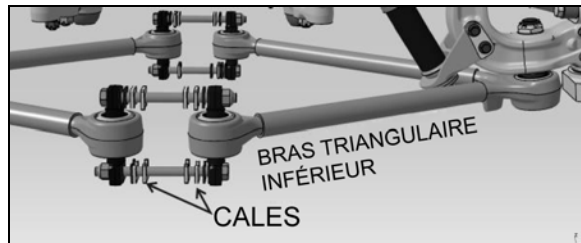
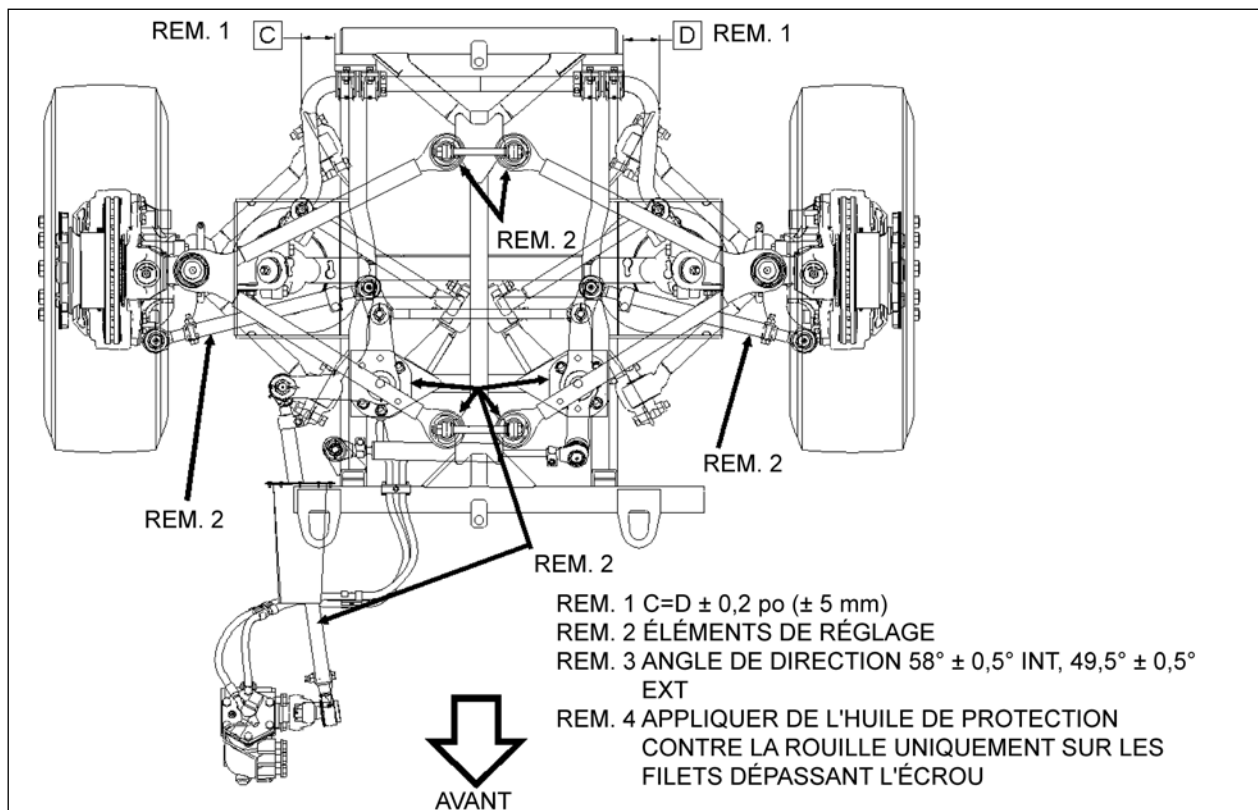
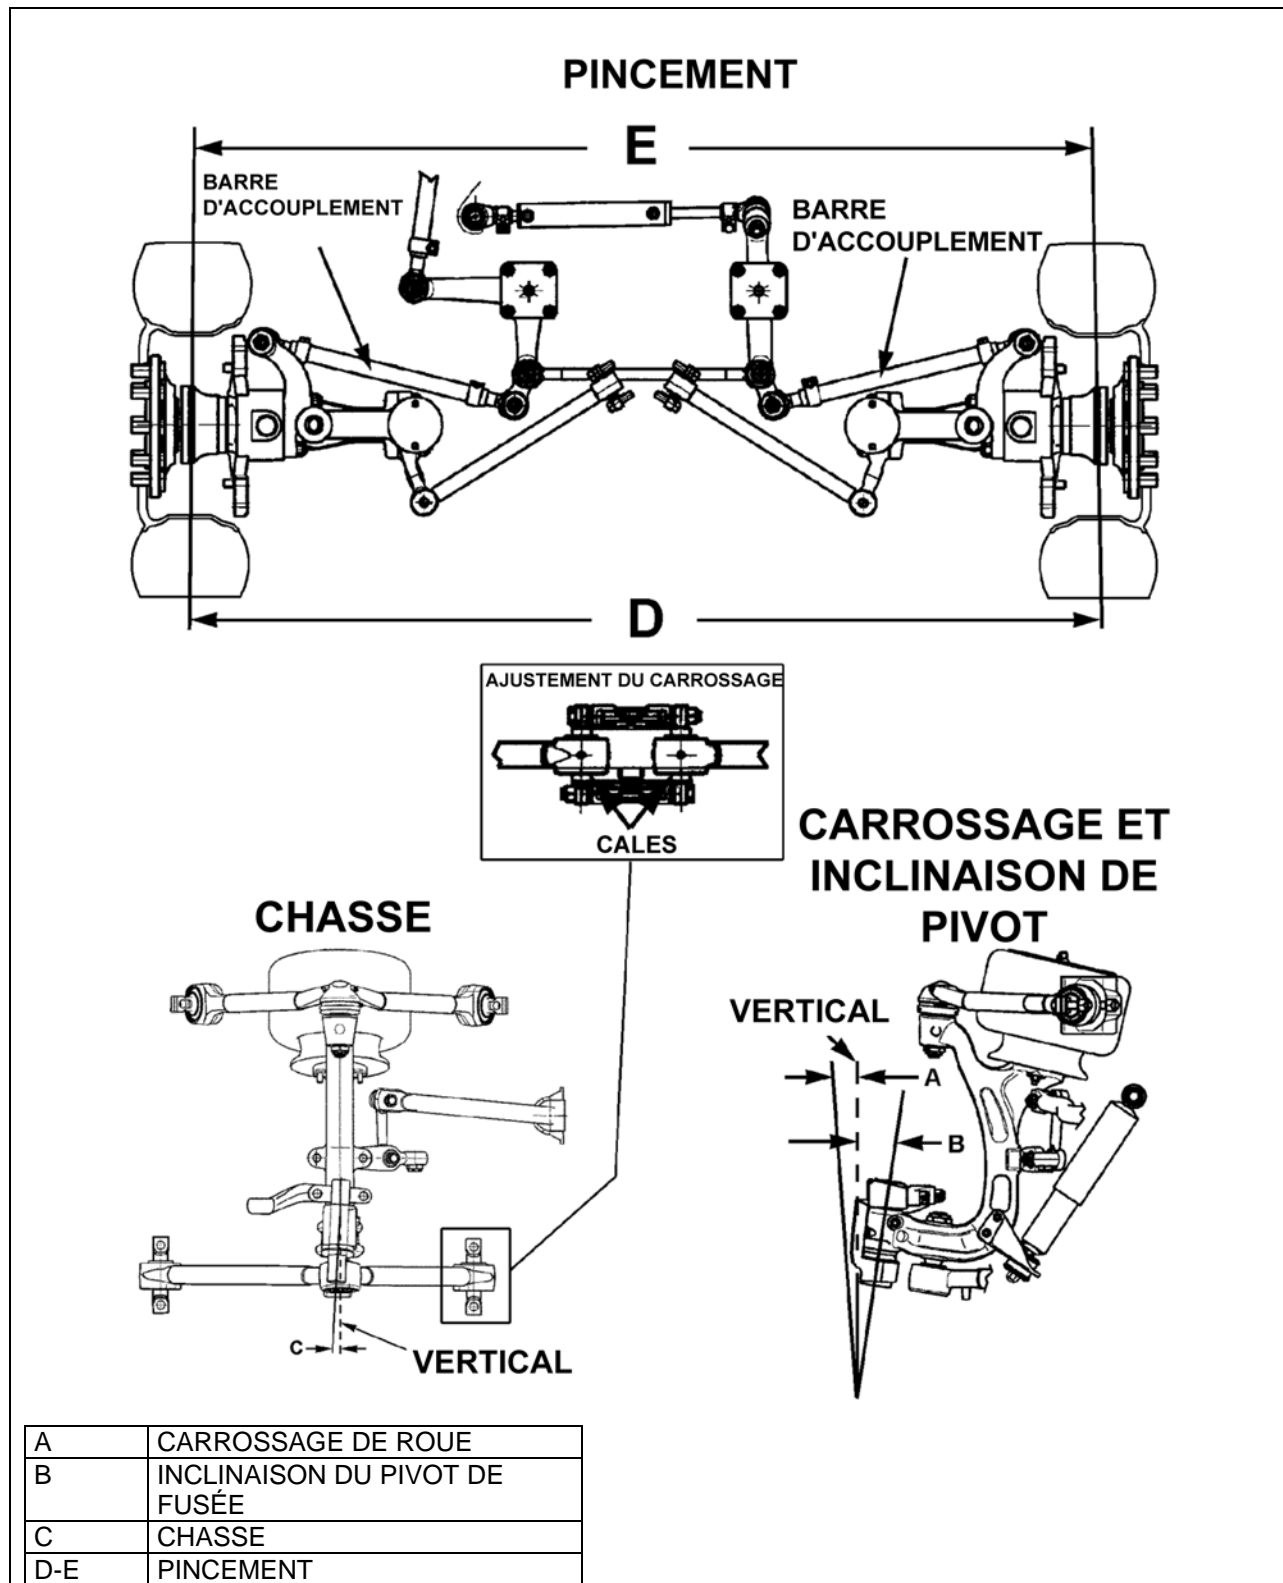

FIGURE 24: CALES AUX BRAS TRIANGULAIRES INFÉRIEURS
FIGURE 27 : LA REMARQUE 2 INDIQUE OÙ LE RÉGLAGE DOIT ÊTRE EXÉCUTÉ AU BESOIN EN PROCÉDANT À LA GÉOMÉTRIE IFS.
FIGURE 28 : SCHÉMA DE GÉOMÉTRIE DU TRAIN AVANT
Carrossage de roue : le carrossage est le nombre de degrés auquel le haut de la roue est incliné vers l'intérieur ou l'extérieur à partir de la verticale vraie (Figure 28).
(D moins E, Figure 28).
(B, Figure 28).
(C, Figure 28).
Caler le bras triangulaire inférieur pour régler le carrossage (Figure 24 & FIGURE 27). Si l'inclinaison du pivot de fusée est incorrecte, l'ensemble du pivot de fusée de roue peut être plié et doit alors être remplacé.
2. En utilisant une pince tubes, faire tourner les tubes de barre d'accouplement pour obtenir la mesure du pincement spécifiée à l'étape 5, paragraphe Vérification du pincement. (Figure 28)
Des variations de chasse peuvent être dues à un bras triangulaire de suspension supérieure, un bras triangulaire de suspension inférieure ou un carter du pivot de fusée plié. La chasse doit être réglée au moyen de cales. Un appareil de précision doit être utilisé pour mesurer la chasse. Caler le levier coudé et le bras de renvoi pour régler la chasse (Figure 28).
Voir FIGURE 27 & Figure 28.